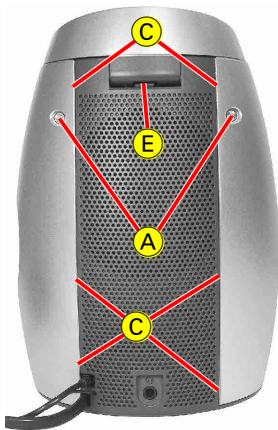

Fig. 1
- 2 Schrauben **A** (Fig. 1) herausdrehen.
- Seitenblenden an den Punkten **C** (Fig. 1) ausrasten und zur Seite abnehmen.
- Deckeloberseite an Punkt **E** (Fig. 1) ausrasten.
- Undo 2 screws **A** (Fig. 1).
- Disengage the side covers at points **C** (Fig. 1) and remove sideways.
- Disengage the lid top at point **E** (Fig. 1).